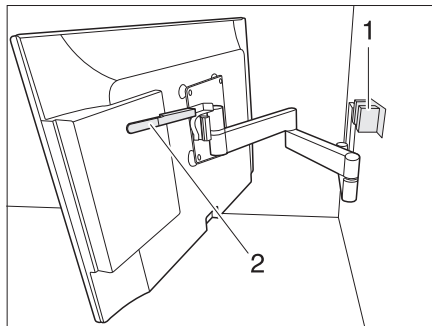

Fig. 59 Support à bras articulé
- Pousser le levier (Fig. 59,1) vers le bas pour détacher l'écran plat du dispositif de blocage (Fig. 59,1). Relâcher le levier.